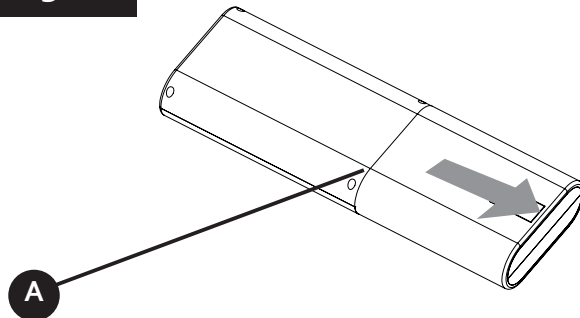

Fig.3
Befestigen Sie die Steuereinheit(en) mit vier Schrauben (19) sicher in ihrer Position. Hinweis: Wenn die mitgelieferten Schrauben nicht von geeigneter Länge oder Art für den gewünschten Ort/Material sind, ersetzen Sie diese bitte entsprechend. Bei einer AWD-Installation wird das Verbindungskabel zwischen den Anschlüssen E der Steuereinheit angeschlossen (Abb.3).